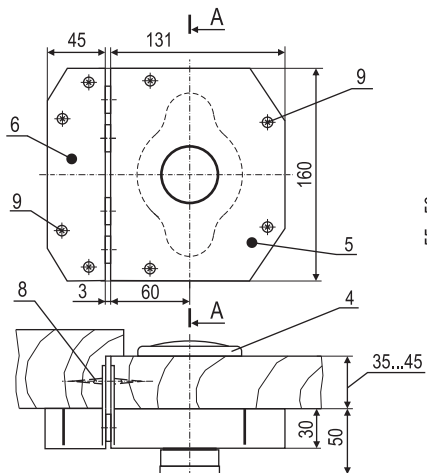
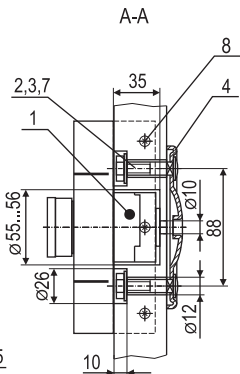

Рис.1
Рис.2
ПОРЯДОК МОНТАЖА (см. рис.1 и 2)
1. Наметьте центр отверстия под цилиндровый механизм 1 (см. рис. 2) по горизонтали 60 ± 1 мм от края полотна двери (см. рис. 1) и просверлите отверстие диаметром 55-56 мм на глубину 35 мм и соосно ему отверстие диаметром 10 мм. Допускается сквозное сверление отверстия диаметром 55-56 мм.
2. Просверлите 2 отверстия диаметром 12 мм под болты 2 (для крепления наружной накладки 4) по вертикальной оси на расстоянии 88 мм относительно центра отверстия под цилиндровый механизм. На внутренней стороне двери рассверлите два отверстия диаметром 26 мм глубиной 10 мм под гайки 3 и шайбы 7 (см. рис. 2). Выступание гаек 3 за плоскость двери изнутри помещения не допускается.
поверхностью двери (см. рис. 1).
4. Установите замок 5, введя цилиндровый механизм 1 в отверстие диаметром 55-56 мм, а планку корпуса замка – в выборку под нее и закрепите его тремя шурупами 1-4х30 (8) через планку корпуса и четырьмя шурупами 1-4х50 (9) через корпус замка (см. рис. 1).
6. Врежьте заподлицо с косяком или второй половиной дупольной двери планку запорную 6 (отверстия в ней должно совпадать со штоками засова) и закрепите шурупами (1-4х30 (8) и 1-4х50 (9)) по аналогии с корпусом замка 5.